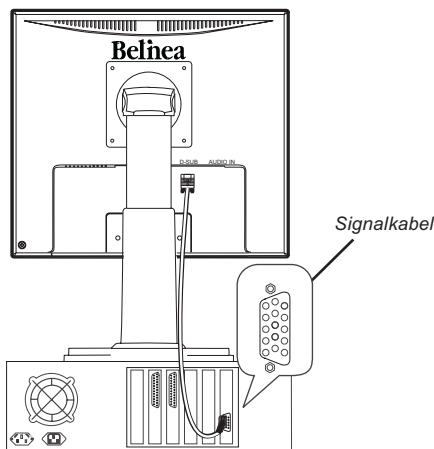
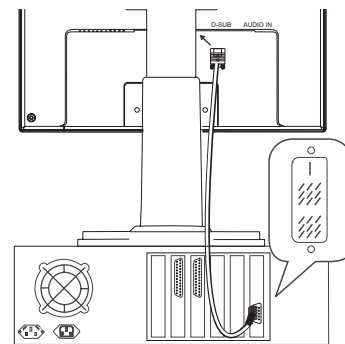

Abbildung 2a. Monitor an den PC anschließen
Abbildung 2b. Anschluss über die DVI-D-Schnittstelle
2. Schließen Sie das 15-polige Signalkabel an den Monitor und an den PC an (siehe Abb. 2a). Der Monitor verfügt über einen DVI-D-Anschluss. Wenn Sie über eine Grafikkarte mit digitalem DVI-D-Anschluss (24-polige Buchse) verfügen, so schließen Sie das DVI-D-Kabel (optional) an die DVI-D-Buchse des Monitors und den PC an (siehe Abb. 2b).
**Input:** Wählt das Eingangssignal. Der Monitor verfügt über folgende Anschlussoptionen: Analoge Grafikkarte über die 15-polige Mini-D-SUB-Schnittstelle (siehe Abb. 2a), digitale Grafikkarte über die 24-polige DVI-D-Schnittstelle (siehe Abb. 2b).